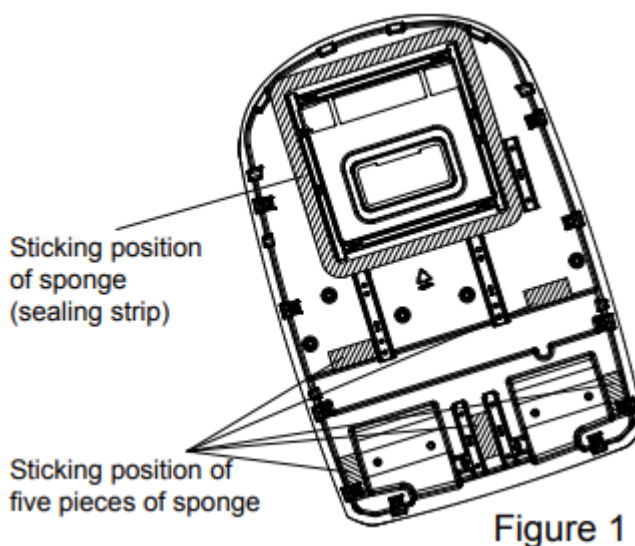

Figure 1
1. Avant de procéder au collage, nettoyez les objets à la position de collage (comme indiqué dans la figure 1) du châssis de l'unité extérieure afin de vous assurer que la position de collage est propre ;
2. Retirez un morceau d'éponge (bande d'étanchéité) et cinq morceaux d'éponge des accessoires, puis déchirez le papier sur la surface de collage et alignez-le sur le bord de la position comme indiqué dans la figure 1 pour coller l'éponge.